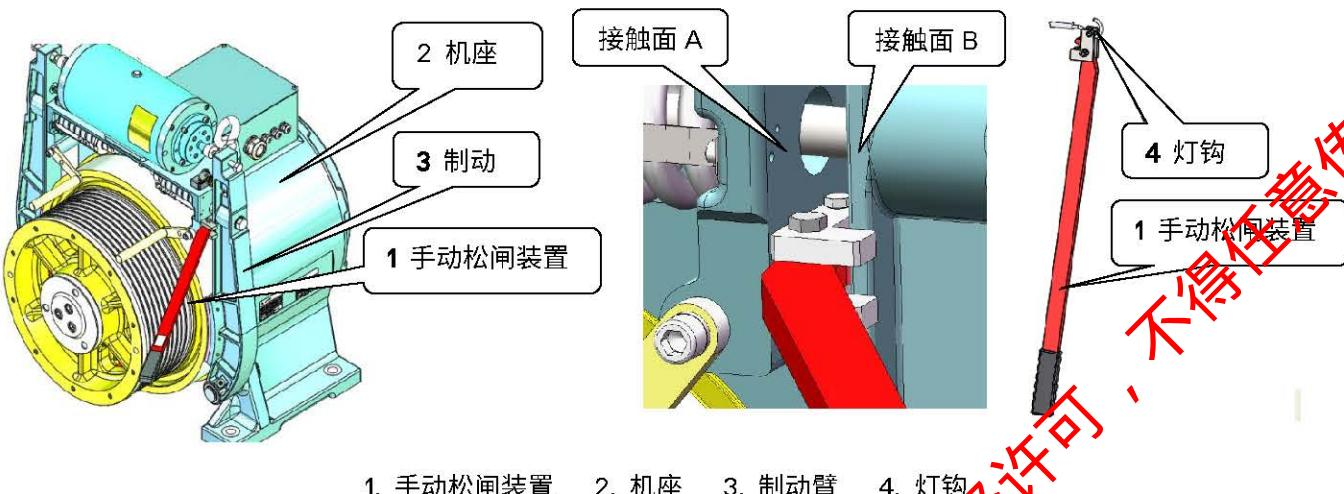

图 8-6 手动松闸装置示意图
手动释放的操作步骤（见图 8-6）：
- 2) 将松闸装置 1 放入机座 2 与制动臂 3 之间的位置（如图 8-6）；